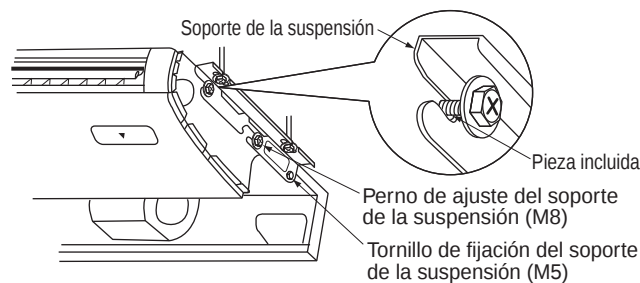

Figura 11
(2) Levante el equipo principal de la unidad interior, introduzca los pernos (M8) para los soportes de la suspensión dentro de la pieza de sujeción de los mismos, mientras va deslizando el cuerpo principal desde la parte delantera. (Vea la Figura 11)
(3) Cierre los pernos para los soportes de la suspensión (M8) firmemente en 4 lugares, izquierda y derecha. (Vea la Figura 11)
(4) Vuelva a colocar los tornillos de los soportes de la suspensión (M5) que habían sido retirados y asegúrelos en 2 lugares, izquierda y derecha. Ésto es necesario para prevenir cualquier deslizamiento hacia adelante o atrás del cuerpo principal. (Vea la Figura 11)